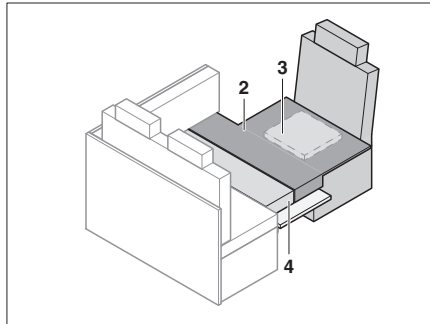

Fig. 183 Dopo la trasformazione
- Applicare i cuscini aggiuntivi come illustrato in Fig. 183.